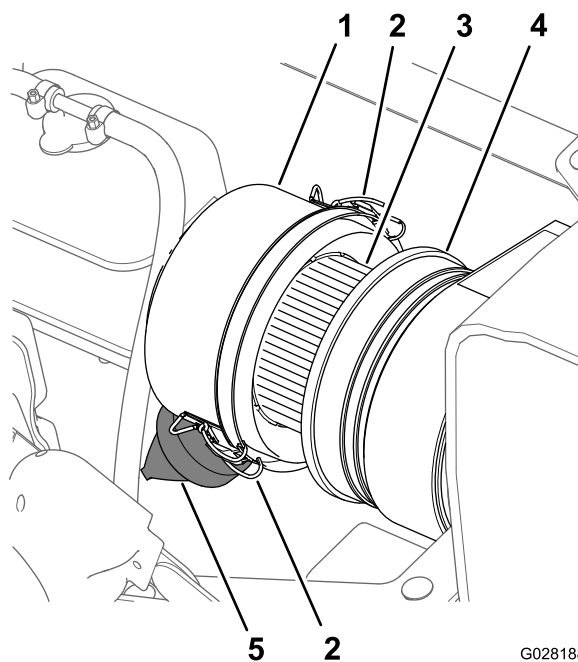
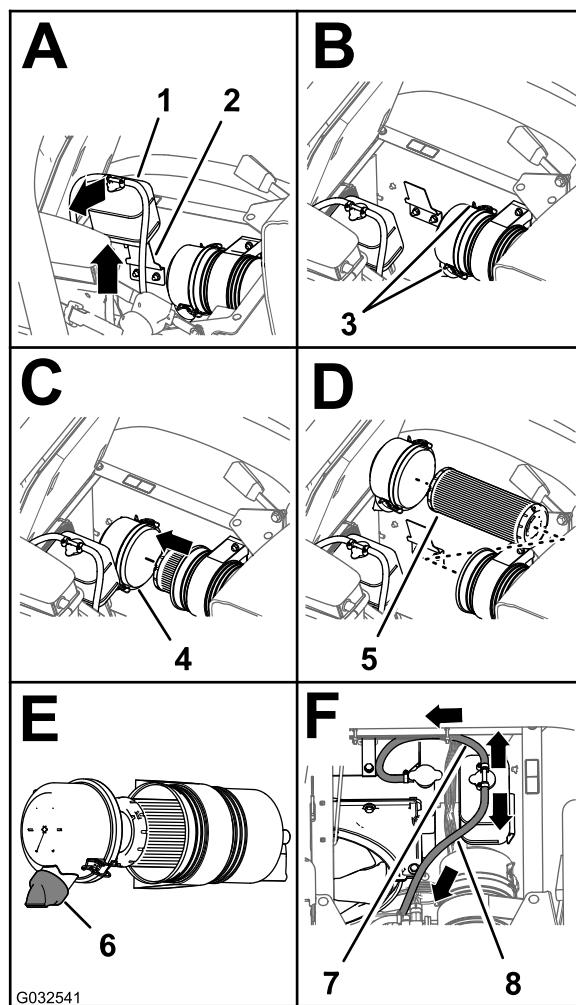

Figura 71
Figura 72
3. Curățați capacul anti-praf și corpul filtrului de aer (Figura 71).
4. Verificați dacă există deteriorări la nivelul corpului filtrului de aer care ar putea cauza o scurgere de aer (Figura 71).
5. Strângeți supapa pentru praf pentru a o curăța de murdărie, praf și reziduuri (Figura 71).
7. Verificați elementul filtrului de aer în privința unei acumulări excesive de praf, murdărie și reziduuri (Figura 71).
8. Instalați capacul anti-praf la nivelul corpului filtrului de aer și fixați capacul cu cele 2 elemente de fixare (Figura 71).
2. Curățați capacul anti-praf și corpul filtrului de aer (Figura 71).
3. Ridicați rezervorul de preaplin pentru lichidul de răcire de pe consola suportului rezervorului (Figura 72).
4. Eliberați cele 2 elemente de fixare care fixează capacul anti-praf la corpul filtrului de aer (Figura 72).
6. Curățați interiorul capacului anti-praf, corpul filtrului de aer și supapa pentru praf cu o lavetă umedă (Figura 71 și Figura 72).
7. Introduceți elementul filtrului de aer în corpul filtrului de aer (Figura 72).
- Instalați capacul anti-praf la nivelul corpului filtrului de aer și fixați capacul cu cele 2 elemente de fixare (Figura 72).
Notă: Asigurați-vă că supapa pentru praf este aliniată între pozițiile corespunzătoare orelor 5–7 atunci când este observată din capăt (Figura 72).
- Aliniați rezervorul de preaplin pentru lichidul de răcire cu consola suportului rezervorului și aezai corespunzător rezervorul (Figura 72).
Important: Asigurați-vă că furtunul de eliberare a presiunii este pozat în față și în jos și că furtunul de aerisire a rezervorului este pozat înspre spate, aa cum se arată în Figura 72.